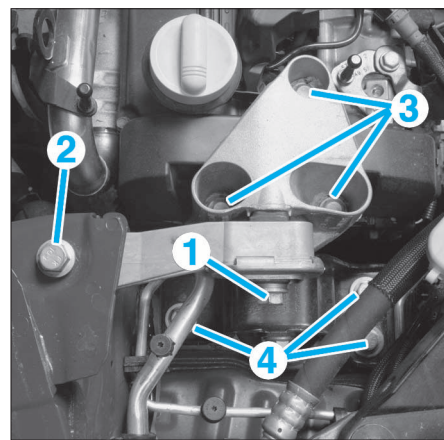

FIG. 20
- Desserrer la vis de fixation (1) (Fig.20).